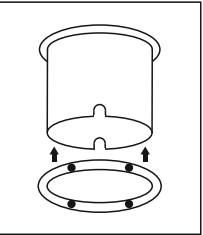

Рис. 3
- 5.12 Для более жесткой фиксации стакана в грунте, можно использовать дополнительное фиксирующее кольцо, входящее в комплект поставки. Кольцо фиксируется с помощью винтов в нижней части монтажного стакана (рис. 3).